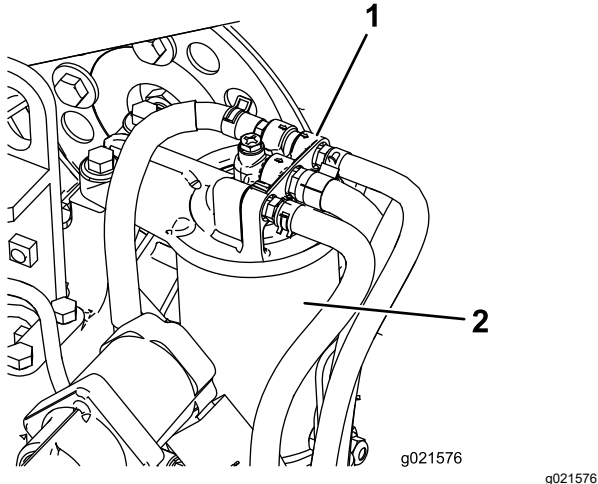

Bild 60
1. Reinigen Sie den Bereich um den Kraftstofffilterkopf (Bild 60).
2. Entfernen Sie den Filter und reinigen Sie die Befestigungsoberfläche des Filterkopfes (Bild 60).